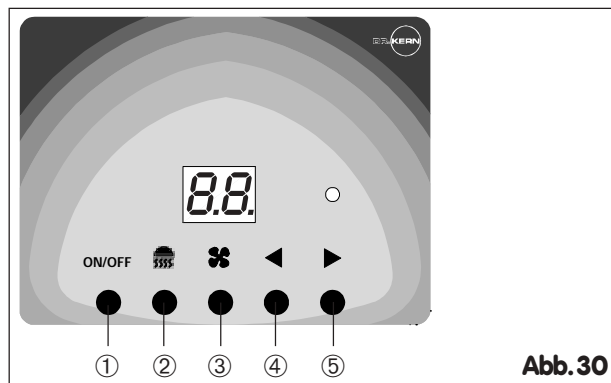

Abb. 30
Die Bräunungsanlage wird am Digitaltimer (im Innenbereich auf der Kopfseite des Gerätes) durch Betätigen der On/Off-Taste ① (Abb. 30) eingeschaltet.
Mit den Tasten ④ und ⑤ (Abb. 30) wird die gewünschte Bräunungszeit (max. 30 Minuten) eingestellt.
⑤= aufwärts, ④=abwärts
Bei Anlagen mit Körperlüfter kann dieser mit der Taste ③ am Timer ein- bzw. ausgeschaltet werden (Abb. 30).